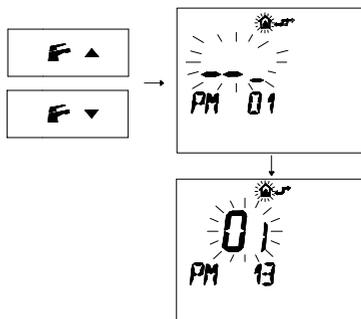

Figura 5.63
- Premere i pulsanti $F \nabla$ e $F \blacktriangle$ per visualizzare la programmazione "PM13" modo pompa (Figura 5.63).